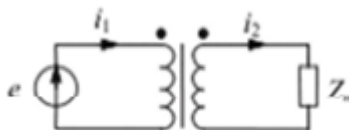

Рис. 3
**Вопрос 12.** Что означают точки на схеме трансформатора на рис. 3?